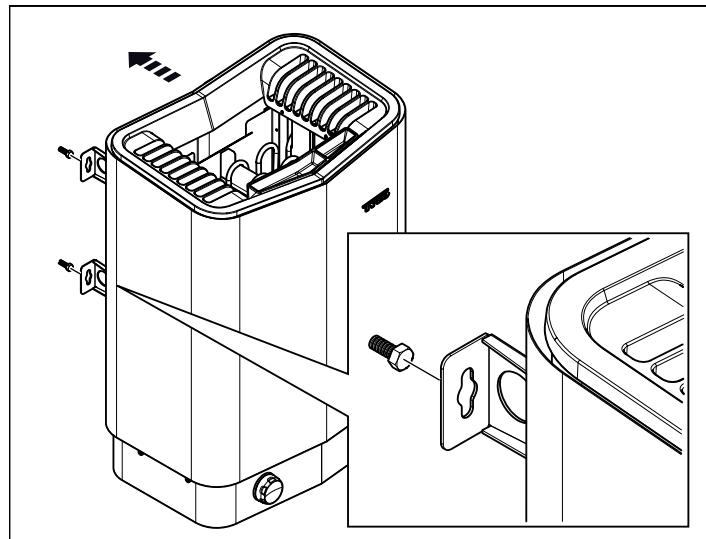

Рисунок 10: Подвесьте устройство.
- 8.** Закрепите устройство за винты см. Рисунок 10.